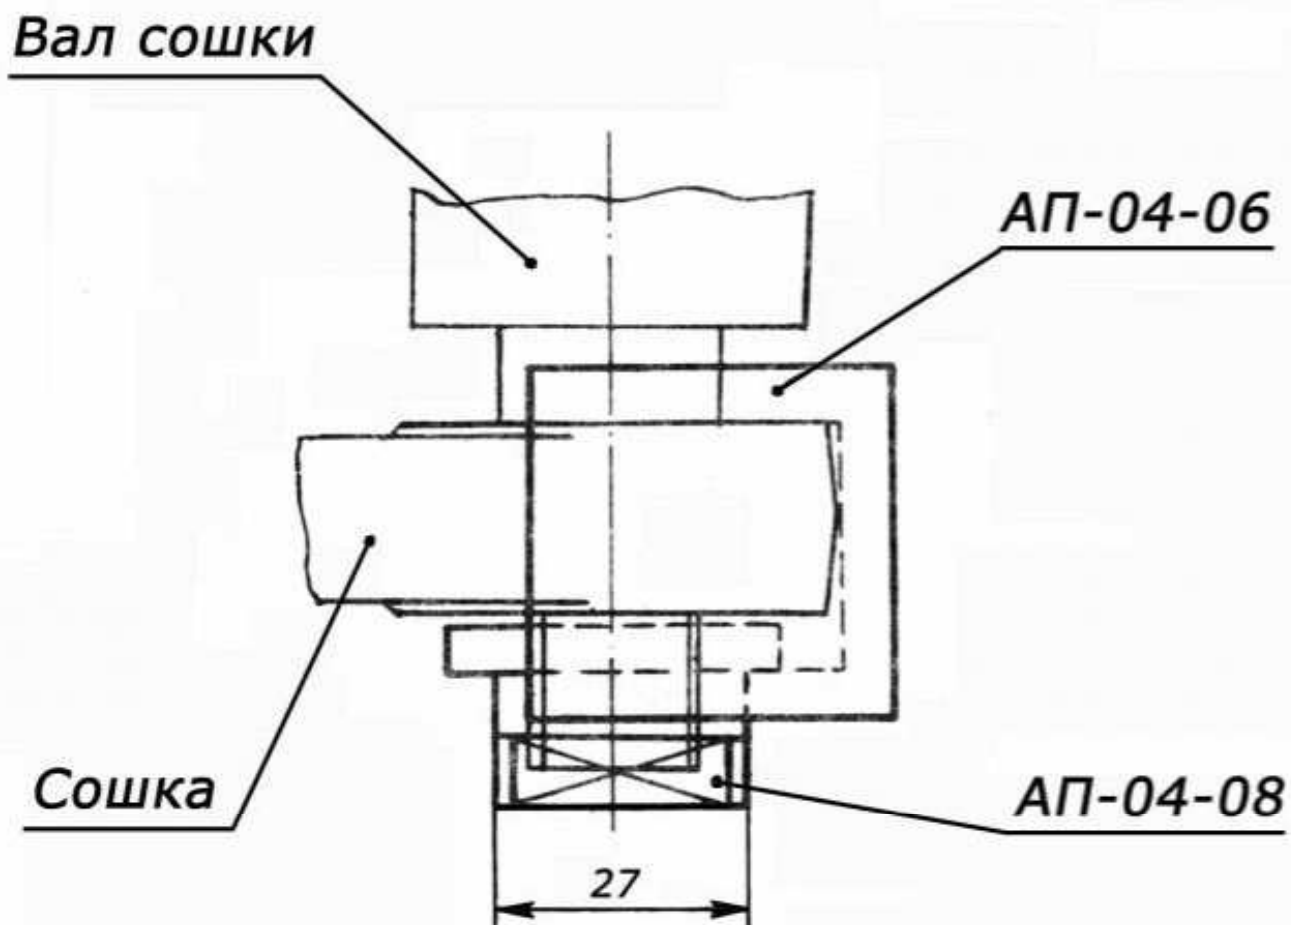

Рис. 2
2. На вал сошки навинтить гайку съёмника АП-04-08 до упора и установить корпус съёмника, как показано на рис. 2. Отворачивая гайку, снять сошку.